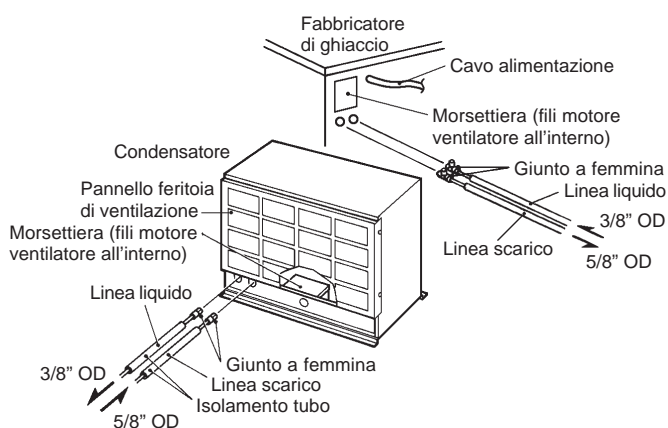

Fig. 7
- 3) Installare pezzi sufficientemente lunghi di due tubi di rame dotati di accoppiamenti Aeroquip fra il fabbricatore di ghiaccio e il condensatore. I due tubi di rame dovrebbero essere isolati separatamente. Ved. Fig. 7.